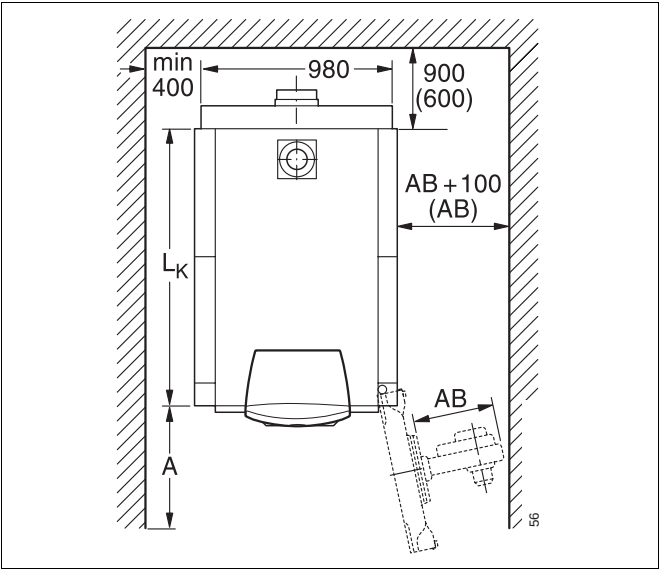

Abb. 6 Aufstellraum mit Heizkessel (Maße in mm)
- Beachten Sie die empfohlenen Wandabstände für das Aufschwenken der Brennertür, für die Heizkesselmontage und für die Reinigung und Wartung (siehe Abb. 6 und unten stehende Tabelle).
Bei Unterschreiten des empfohlenen Abstandes A (Abb. 6) ist es nicht möglich, eine Reinigung mit dem angebotenen Reinigungsgeräte-Set durchzuführen. Alternativ empfehlen wir, kürzere (Länge ca. 1 m) montierbare Reinigungsgeräte einzusetzen oder eine Nassreinigung durchzuführen.
- Achten Sie beim Erstellen der Fundamente darauf, nach welcher Seite der Brenner ausschwenkt (Links–Rechts–Anschlag der Brennertür, Abb. 6, Seite 14).